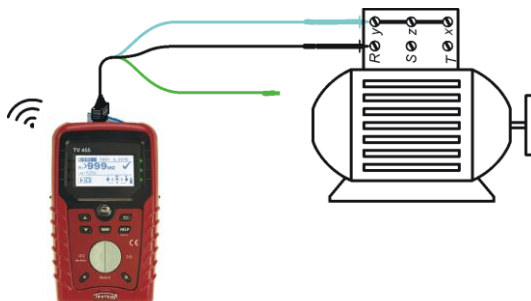

Figura 5.11: Applicazione del puntale a 3 fili
- **Collegare** i puntali all'oggetto da testare (vedere *figura 5.11*).